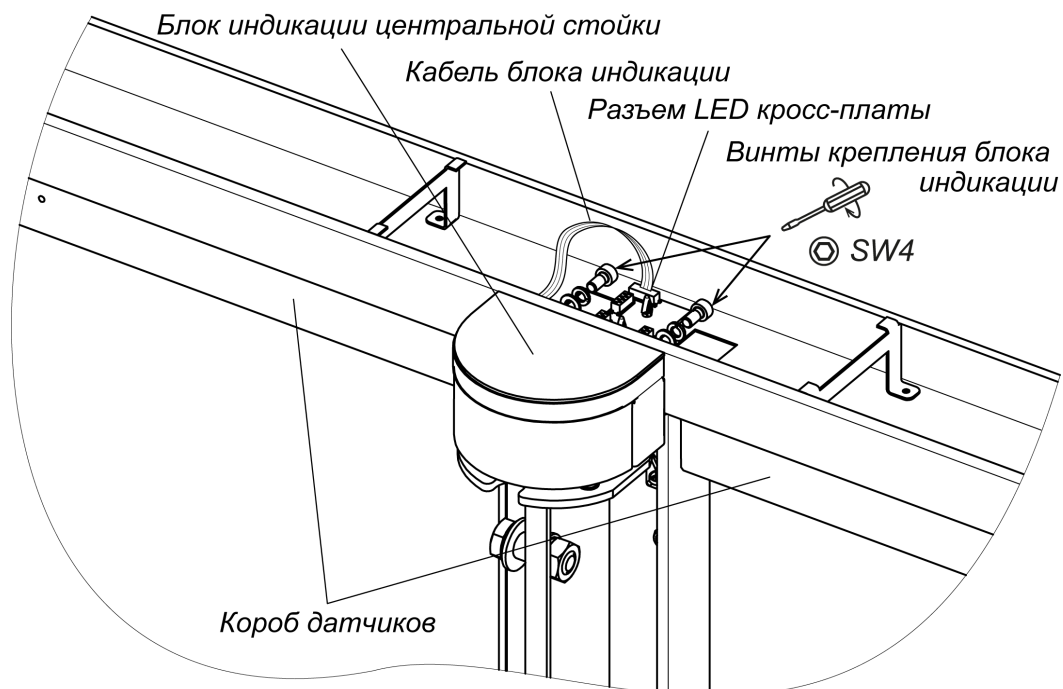
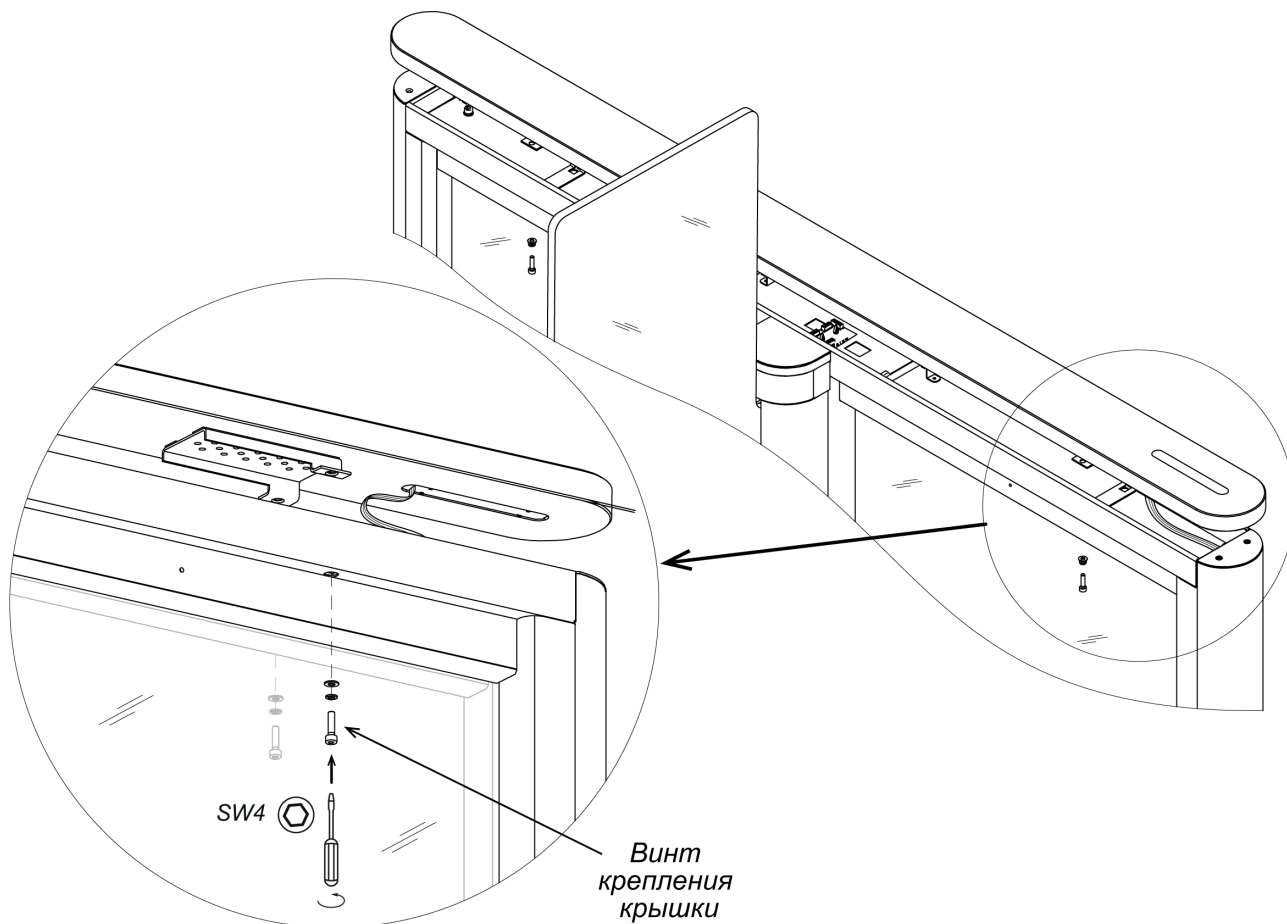

Рисунок 22. Монтаж блока индикации центральной стойки
Рисунок 23. Монтаж верхней крышки турникета
Для установки блока индикации центральной стойки (5) (см. рис. 22):
3. Установите блок индикации на площадку, расположенную над поворотной опорой створки, и при помощи шестигранного ключа SW4 зафиксируйте его на верхнем коробе стойки (7), используя два винта M5×10 с плоскими и пружинными шайбами из комплекта поставки.
Снятие блока индикации центральной стойки производится в обратном порядке. Перед этим необходимо демонтировать с секции турникета верхнюю крышку секции (6) (см. разд. 8.9.6, рис. 23).
Порядок монтажа верхних крышек секций (рис. 23):